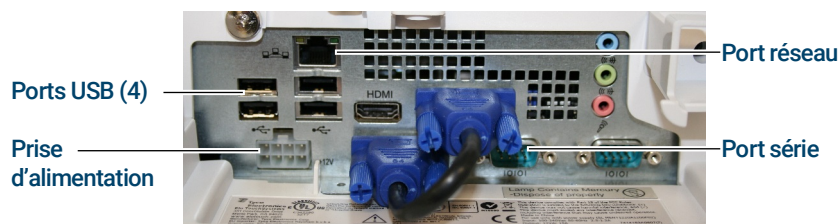

Figure 3. Ports du contrôleur (face inférieure)
- 1 Connecter les câbles d'alimentation : Un câble d'alimentation permet de raccorder l'instrument à une prise secteur reliée à la terre. Un second câble d'alimentation permet de brancher le module d'alimentation du contrôleur sur secteur. Le module d'alimentation du contrôleur doit ensuite être branché à la prise située sur le dessous du contrôleur. (Voir **Figure 3**.)
- 3 Brancher le second câble (USB) au port de l'analyseur marqué « USB » et au port USB du contrôleur à proximité immédiate du port réseau (ethernet). Ce port est nécessaire au bon fonctionnement de l'appareil et du lecteur de code-barres. (Voir **Figure 3**.)